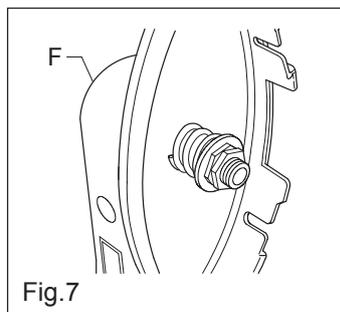

Fig.7
- Procedere al fissaggio delle parti superiori [F] degli attacchi alle testate stesse utilizzando molla, rondella e bulloni (in dotazione) come indicato in fig. 7.